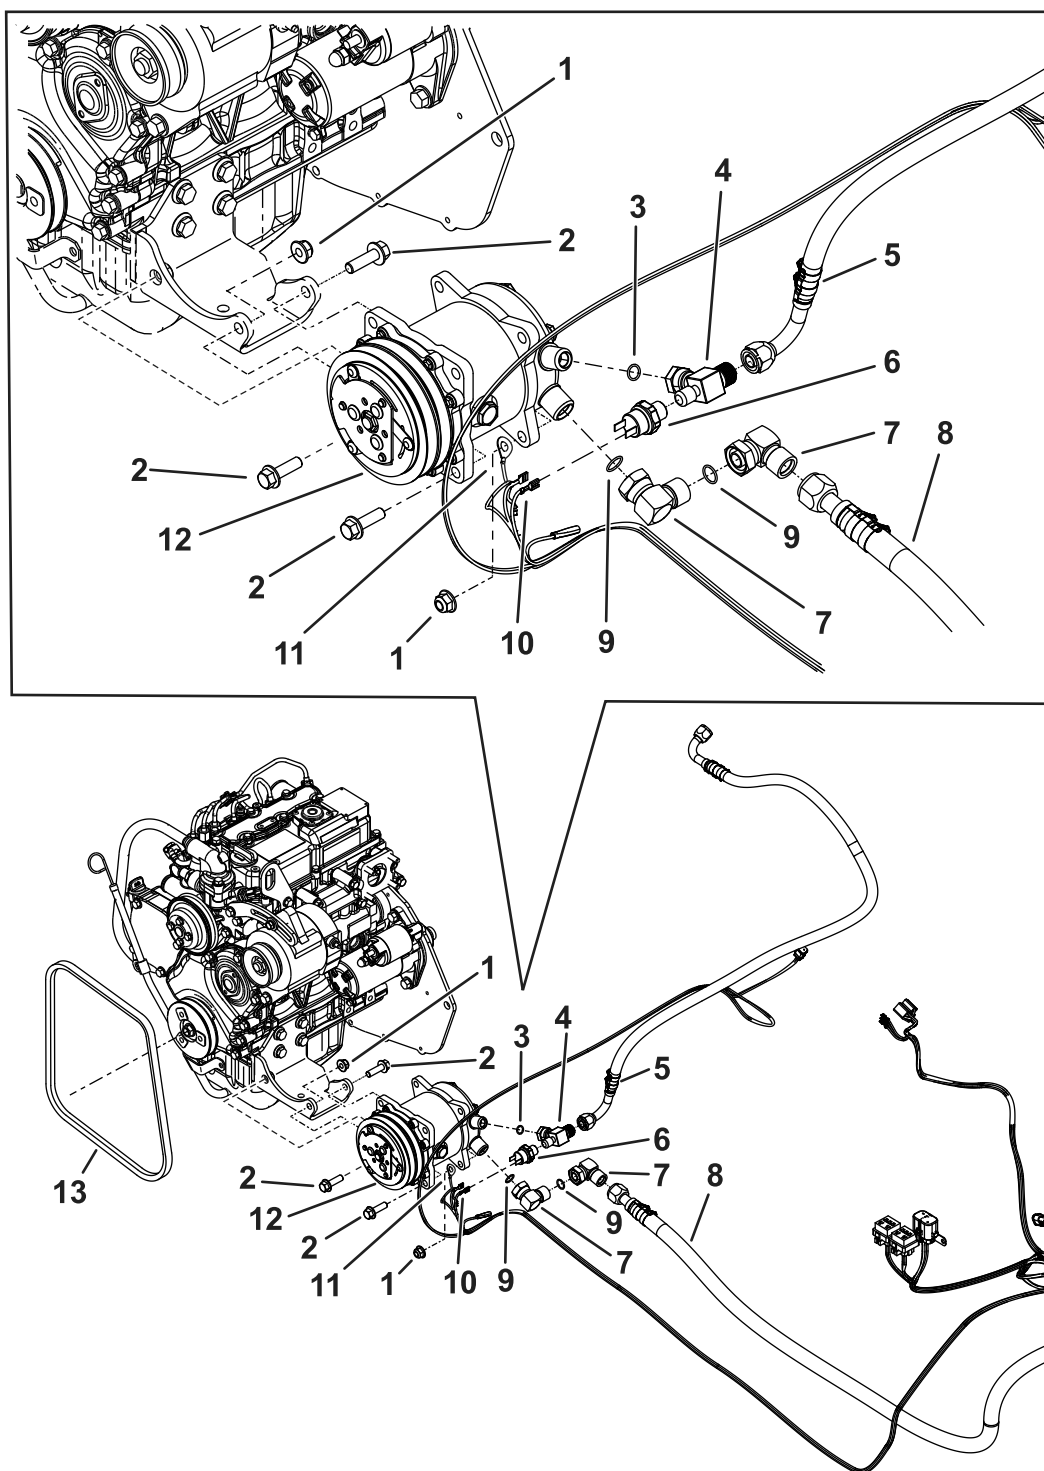
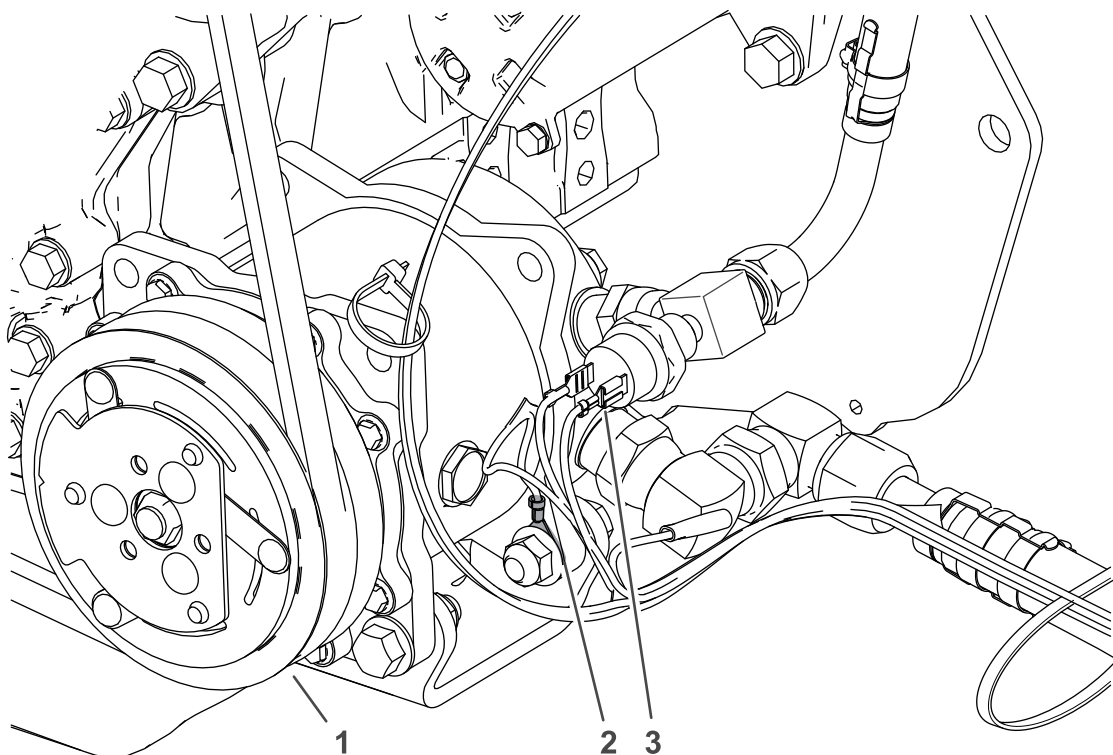

Figura 39
Figura 40
2. Instale as uniões, os anéis de retenção O-ring e os cotovelos no compressor, como se mostra na Figura 39.
3. Instale os tubos do compressor nas uniões como se mostra na Figura 39.
4. Instale o compressor na montagem do motor com o terminal do anel de terra com fio, três parafusos flangeados ($\frac{3}{8}$ x $1\frac{1}{4}$ pol.) e três porcas de bloqueio ($\frac{3}{8}$ pol.); consulte a Figura 39 e Figura 40. Aperte os parafusos com 40,7 N·m.
5. Instale a correia no compressor, nas polias intermédias, no motor e no alternador (Figura 39).